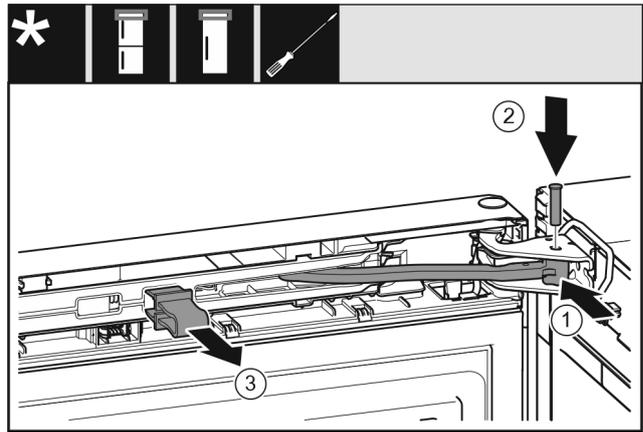

Fig. 26
- ▶ Gire la articulación en el soporte de cojinete. Fig. 26 (1)
- ▶ Introduzca el perno en el soporte de cojinete y la articulación. Preste atención a que el saliente de retención descansa correctamente en la ranura. Fig. 26 (2)
- ▶ Retire el seguro. Fig. 26 (3)